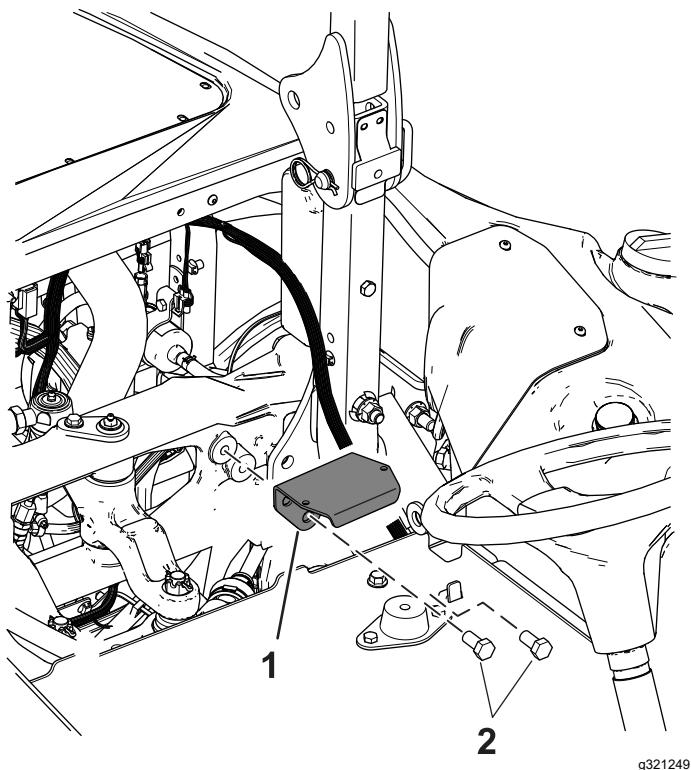

Рисунок 3
4. Установите кронштейн датчика на раму с помощью 2 болтов (1/2 x 1 дюйм), см. Рисунок 3.